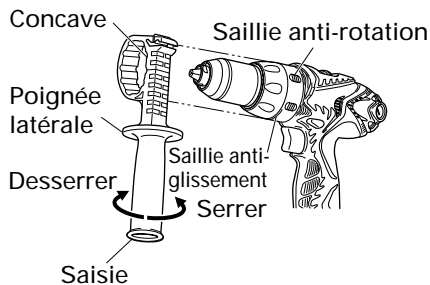

Fig. 19
- (1) Installer la poignée latérale de façon que les saillies de l'outil principal s'insèrent dans les rainures de la poignée latérale. Serrer la saisie après avoir vérifié que la poignée latérale ne recouvre pas la saillie anti-glissement. (Fig. 19)
- (2) Desserrer la saisie pour retirer la poignée latérale.